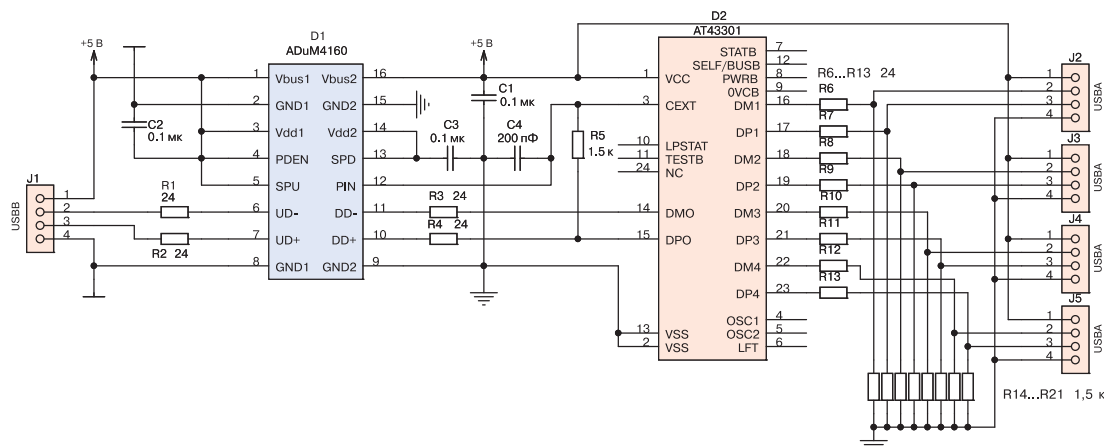

Рис. 9. Схема включения ИМС ADuM4160 в качестве хаба
2. Концентратор или повторитель (хаб), через который соединяются отдельные периферийные устройства в топологии "звезда". Пример использования ADuM4160 в качестве хаба приведен на рис. 9.